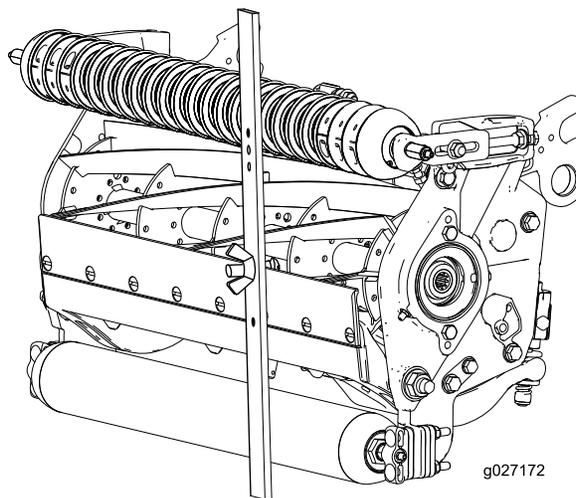

Figura 17
- Prenda a cabeça do parafuso à extremidade cortante da lâmina de corte e apoie a extremidade traseira da barra no rolo traseiro (Figura 17).
- Rode o parafuso de ajuste até que o rolo frontal entre em contacto com a barra indicadora (Figura 17).